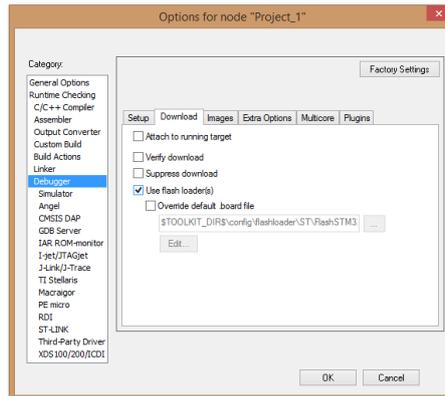

Рис. 3.10. Страница Debugger, вкладка Download
9. Во вкладке *Download* нужно поставить галочку возле поля *Use flash loader(s)* (рис. 3.10).